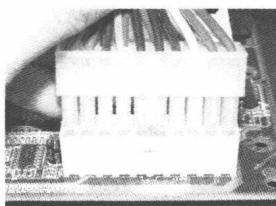

图 1-14 插入主板电源
(7) 其他接口卡的安装。某些主板集成了声卡、网卡，不需要另外安装。如果没有集成，则需要安装外设接口卡，外设接口卡通常采用的是 PCI 接口标准，安装的步骤如下：
- ① 用螺丝刀去掉机箱后部要安装接口卡插槽对应的金属挡条。
- ② 将接口卡与外设的接口朝外垂直插入 PCI 插槽，按紧接口卡。
- ③ 将接口卡上的金属挡条用螺丝固定在机箱后部的相应位置上。
(8) 主板电源的连接。将计算机电源输出中的主板电源插头，按正确的插入方向插入到主板上的主板电源插座中，如图 1-14 所示。